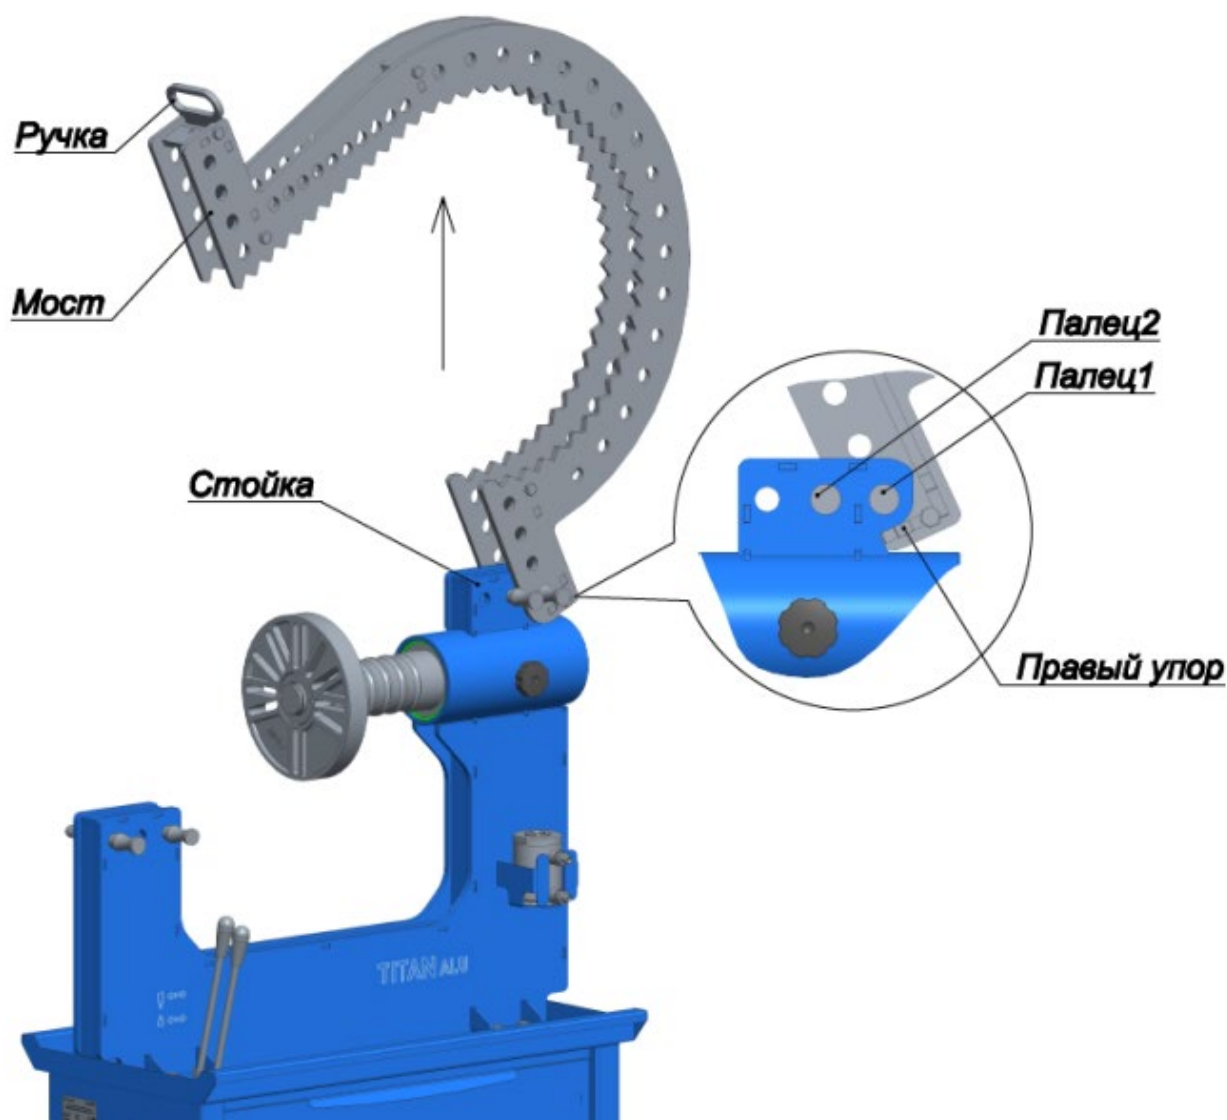

Рисунок 5.4 - Фиксация моста в крайнем верхнем положении
5.8.3 В некоторых случаях, для удобства установки диска, требуется поднять мост вверх (рисунок 5.4). Подъем моста осуществляется за ручку, при этом поворот происходит относительно крайнего правого пальца, с остальных пальцев необходимо убрать фиксацию. В крайнем верхнем положении мост упирается в стойку правым упором, который предохраняет мост от опрокидывания вправо. В крайнем верхнем положении мост необходимо зафиксировать вторым пальцем, чтобы предотвратить падение моста. Установив диск, опускание моста осуществляется в обратном порядке. После опускания мост должен быть надежно закреплен на стойке при помощи четырех пальцев, согласно пункту 5.8.1.